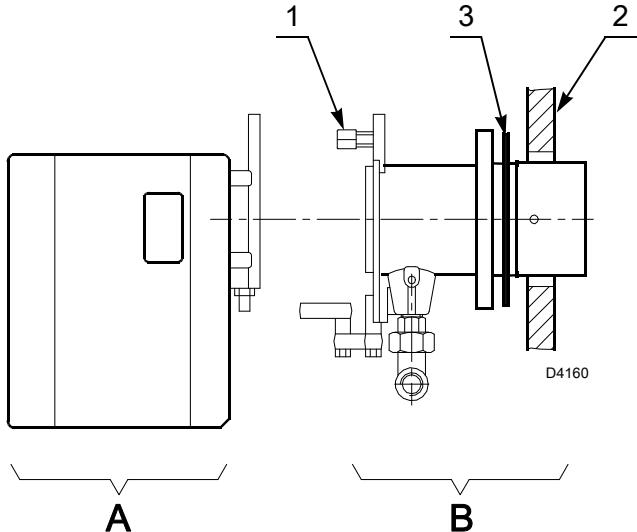

图 12
- 移开螺母1)及A)部分(图 12)后，将燃烧头组件与燃烧器分离。
- 在B)部分(图 12)安装上绝热垫3)后与锅炉前烟箱板 2)紧固连接。